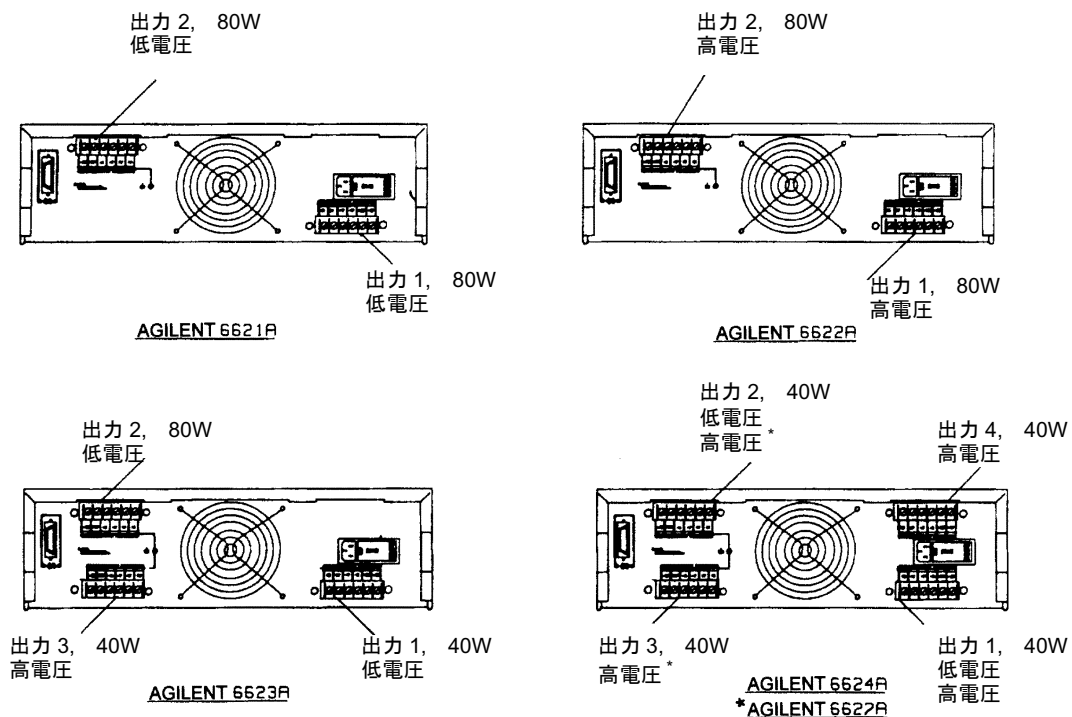

図6-1. 出力の組み合わせ
図6-1は、多出力システム電源で利用できる出力の組み合わせを示します。各出力は定電圧 (CV) または定電流 (CC) 電源として、多様な出力電圧および電流の組み合わせで動作できます。さらに各出力は最大正電流定格の約110%までの電流で動作するアクティブ・ダンププログラムを持っています。これは各出力が、最大定格出力電流の電源として使用できると共に積極的にシンクとして使用できるということを意味します。2.5V以下の電圧では、ダンププログラミング・レジスタは電圧が約0Vに達するまでダンププログラミングを続けます。